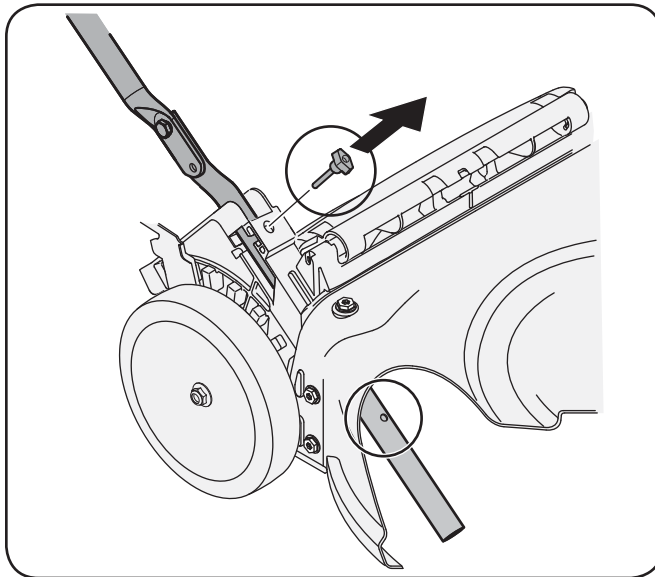
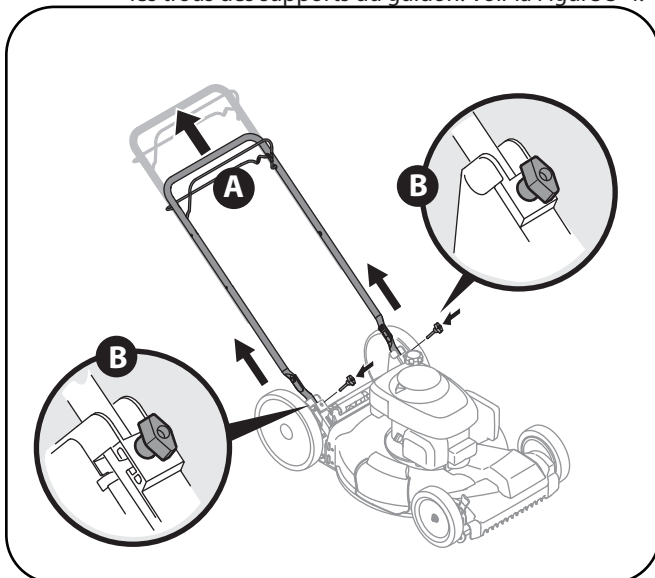

Figure 3-3
Figure 3-4
2. Retirez les boulons à tête en T des supports du guidon, comme la Figure 3-3.
- a. Relevez le guidon jusqu'à ce que les trous du guidon inférieur (voir l'éclaté de la Figure 3-3) s'alignent avec les trous des supports du guidon. Voir la Figure 3-4.
- b. Insérez les boulons à tête en T, enlevés au paragraphe 1b, dans les supports du guidon et dans le guidon inférieur et serrez à fond pour maintenir le guidon en place. Voir la Figure 3-4.